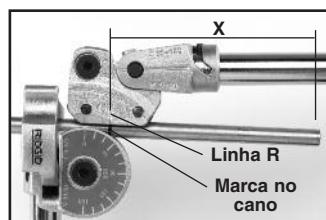

Figura 8 – Antes
- Se a característica estiver à DIREITA da marca (ver Figura 8 – Antes), alinhe a marca no cano com a linha "R" do carro.